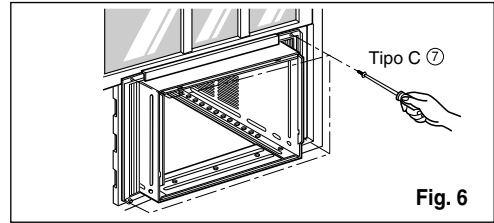

Fig. 6
9. Adjunte cada panel guía a cada lado de la ventana usando tornillos Tipo C. (Ver Fig. 6)